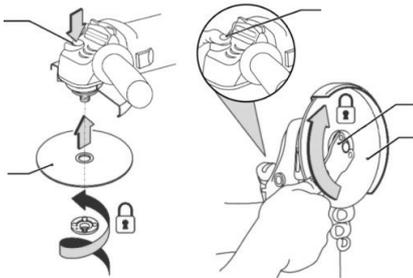

Figura 7 -
6. Coloque a porca no eixo e aperte-a com a chave. (Conforme Figura 7).